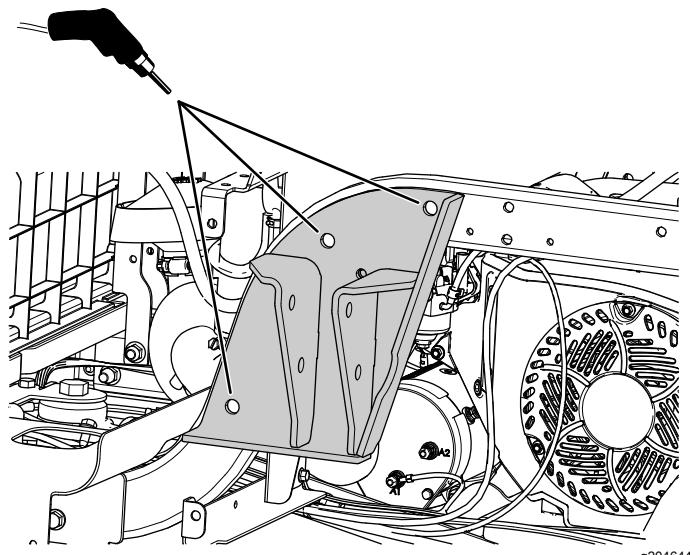

Рисунок 14
4. Используя кронштейн ROPS в качестве шаблона, просверлите 3 отверстия диаметром 13,5 мм (17/32 дюйма) в раме (Рисунок 14).